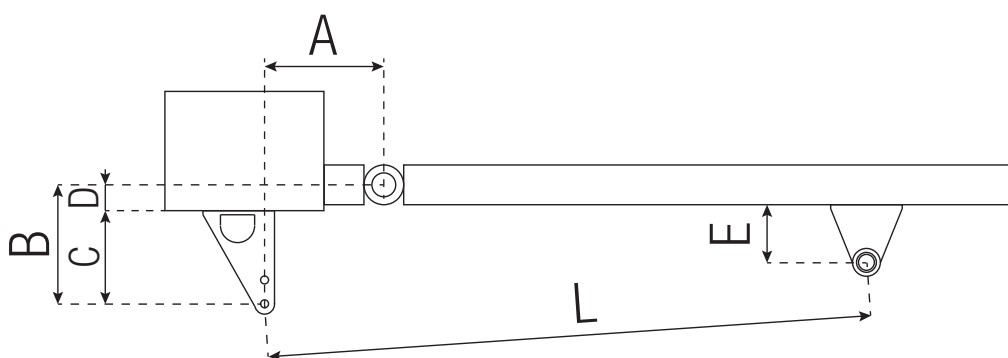

Fig. 3
Avant de procéder à la fixation des supports fournis, déterminer les coordonnées A et B (Fig. 3) sur la base des données fournies dans le **Tableau 1**. Ces-ci sont valables si l'actionneur est en position d'extension maximale moins un centimètre de la course disponible (CD) quand le portail est fermé pour obtenir le maximum d'efficacité de fonctionnement.